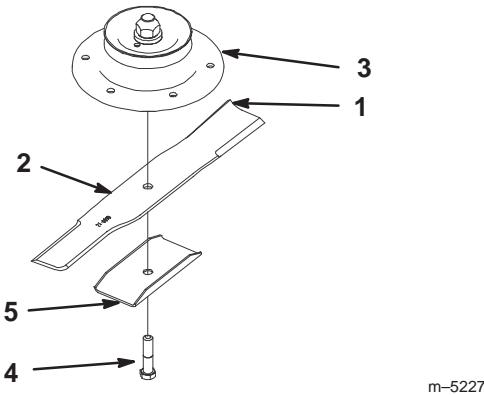

Bild 42
1. Halten Sie das Ende des Messers mit einem stark wattierten Handschuh, oderwickeln Sie einen Lappen um es herum. Entfernen Sie die Messerschraube, -versteifung und das Messer von der Spindelwelle (Bild 42).
Feilen Sie, wenn das Schnittmesser unwuchtig geworden ist, ein wenig Metall vom Ende des Windflügelbereichs ab (Bild 42). Wiederholen Sie diesen Vorgang, bis das Messer ausgewuchtet ist.
1. Bringen Sie das Messer auf der Spindelwelle an (Bild 42).
Important Der Windflügel des Schnittmessers muss nach oben zeigen, um einen guten Schnitt sicherzustellen (Bild 42).
2. Bringen Sie die Sicherungsscheibe und die Messerschraube an (Bild 42). Ziehen Sie die Messerschraube mit 115 bis 140 Nm an.